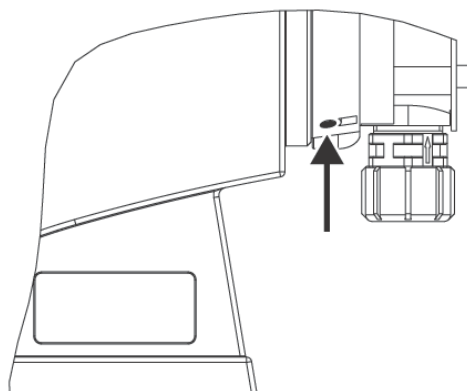

図24 漏れ穴の位置
- ◆ 接液部全体を点検して漏れないことを確認します(特に漏れ穴！ 図 24 を参照してください)。
- ◆ エンドディスク(4)をポンプ本体(6)上に位置決めします。このとき漏れ穴が地面方向になるように組み立ててください。(図24参照)